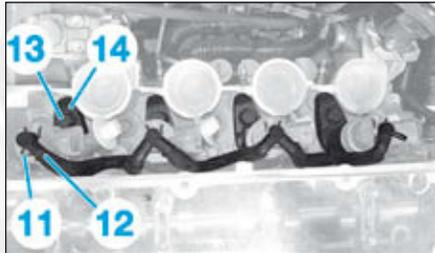

FIG.35
- les agrafes (11) (Fig.35),
- le tuyau de retour de carburant (12),
- les vis (13) des brides d'injecteur,
- la bride d'injecteur (14),